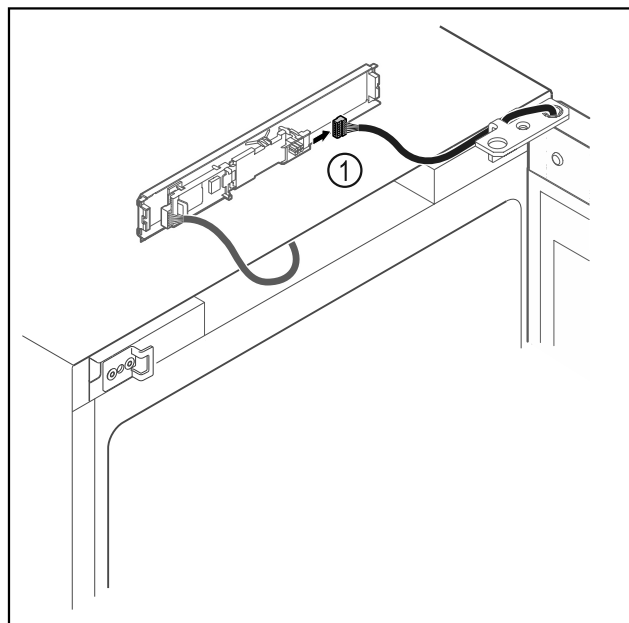

Fig. 10
- Scoateţi fişa Fig. 10 (1) de la placa electronică.